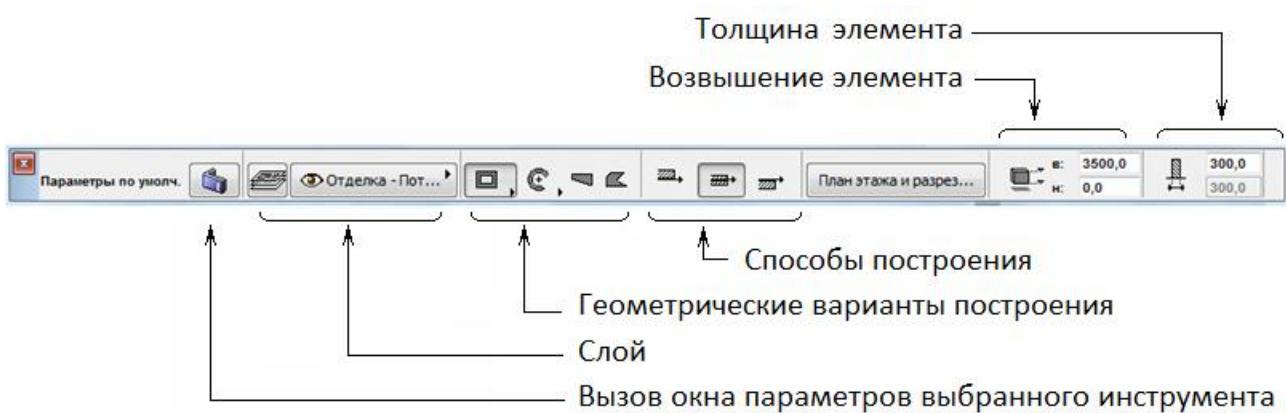

Рисунок 17 - Информационное табло
- *Информационное табло* для настройки параметров текущего инструмента, выбранного на инструментальной панели (рисунок 17);